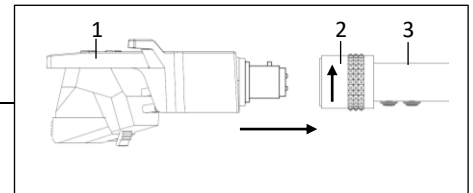

Abb. 2
Den Tonarmkopf wie nachfolgend beschrieben am Tonarm montieren: (Abb. 2)
1. Den Netzschalter (8) einschalten. Die LEDs Bluetooth und „33“ leuchten rot und blau. (Abb. 2).
3. Am Schalter (12) die gewünschte Geschwindigkeit **33**, **45**, **78** wählen. Die gewählte Drehzahl wird per LED angezeigt.
1. Den Netzschalter (8) einschalten. Die LEDs für Bluetooth und „33“ leuchten rot und blau. (Abb. 2)
2. Platte auflegen, bei Singles den Zentrierpuck aufsetzen und die Plattengröße einstellen (20).
3. Am Schalter (12) die gewünschte Geschwindigkeit **33**, **45**; **78** wählen. Die gewählte Drehzahl wird per LED angezeigt.
4. Den Halteclip an der Tonarmablage lösen und den Schalter (12) diesmal drücken.
6. Der Abspielvorgang kann durch Drücken des Schalters (12) beendet werden. Der Tonarm kehrt zurück zur Ablage. Die „Start“ LED blinkt.